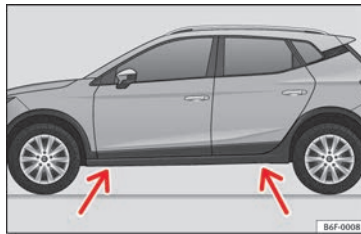

Fig. 83 Puntos de apoyo del gato.
• Busque en el larguero la marca del punto de apoyo del gato (zona hundida) más cercana a la rueda a cambiar » fig. 83.